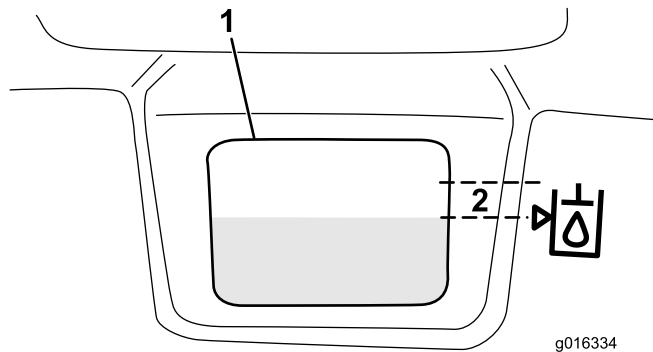

Figura 33
3. Llene lentamente el depósito con aceite hidráulico apropiado hasta que el nivel esté a 0,25 pulgadas (6 mm) o menos de la flecha del símbolo que está junto a la mirilla blanca de la parte delantera del depósito (Figura 33). No llene demasiado.